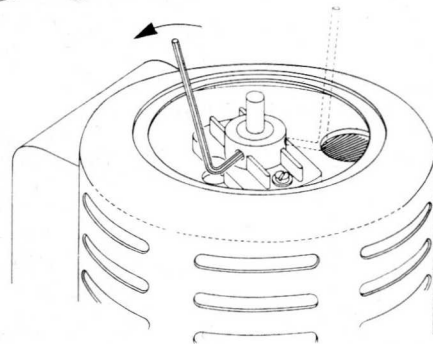

Abb. 5
- Achse lockern, indem man die beiden M5-Inbus-Schrauben löst (s. Abb. 5).